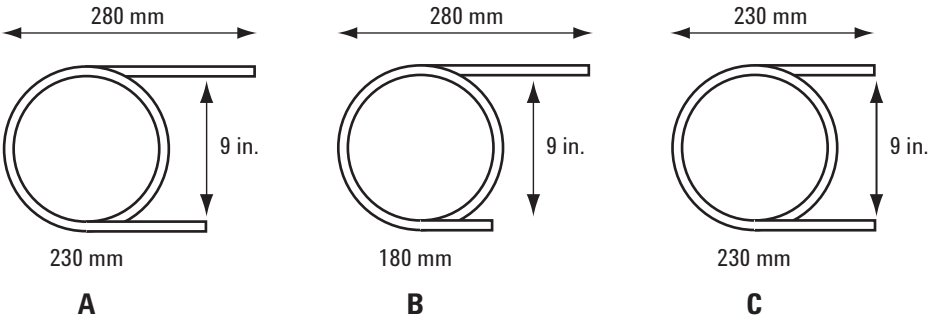

图 59 色谱柱的配置
- 1 参看表 37 和图 59 有关接头和所需色谱柱配置的信息。